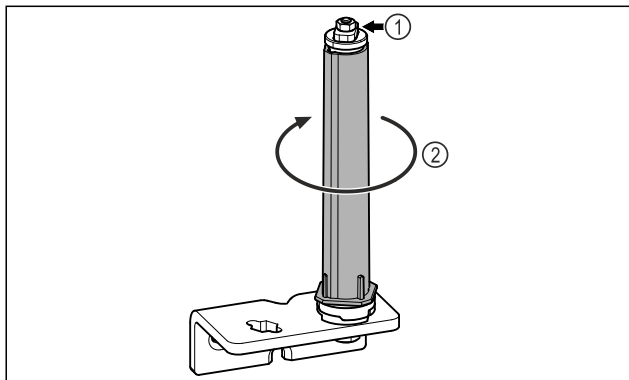

Fig. 23
- ▶ Nerozebírejte uzávěrací systém dvířek Fig. 23 (1).
- ▶ Otáčejte uzávěracím systémem Fig. 23 (2), dokud nezacvakne.